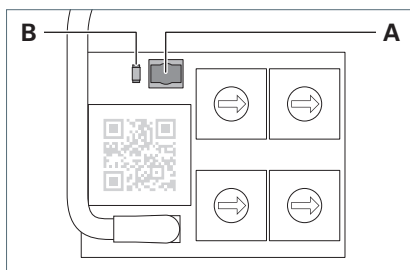

Fig. 9: Touche et LED.
- Appuyez brièvement sur la touche **A** sur le module Talk (pendant moins de trois secondes), voir Fig. 9.